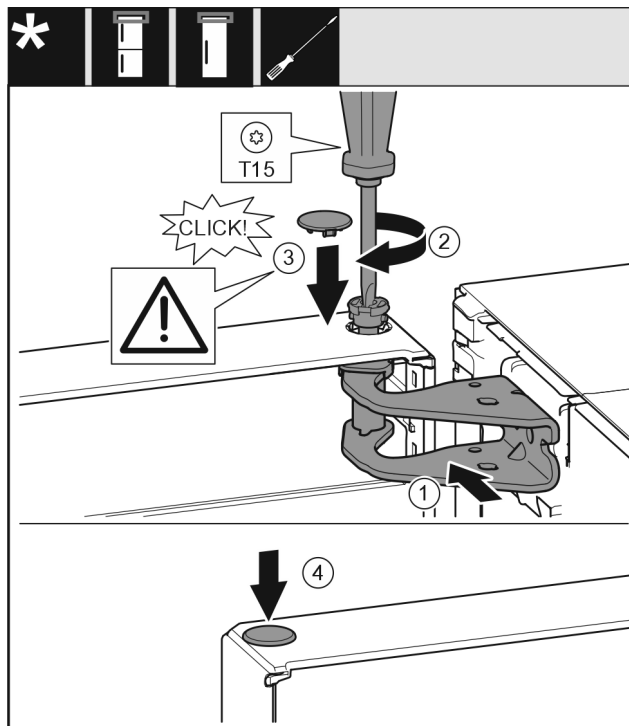

Fig. 21
- ▶ Vložte čep Fig. 21 (2) a pevně jej utáhněte šroubovákem.
- ▶ K zajištění dveří namontujte bezpečnostní kryt Fig. 21 (3): Bezpečnostní kryt nasad'te a zkontrolujte, zda přiléhá na dveře. V opačném případě čep zcela zasuňte.
- ▶ Vložte zátku Fig. 21 (4).